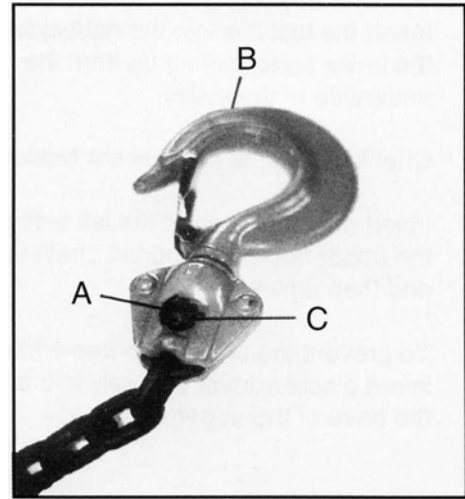

Рис. 12
1. Снимите шплинт (А, Рис. 12) из нижнего крюка (В, Рис. 12).